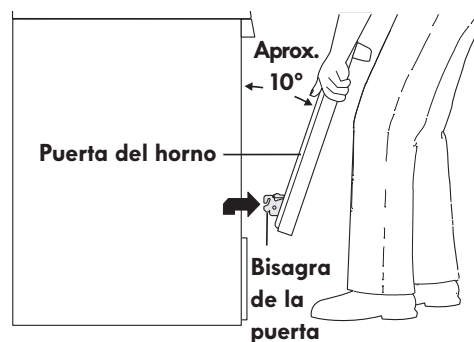
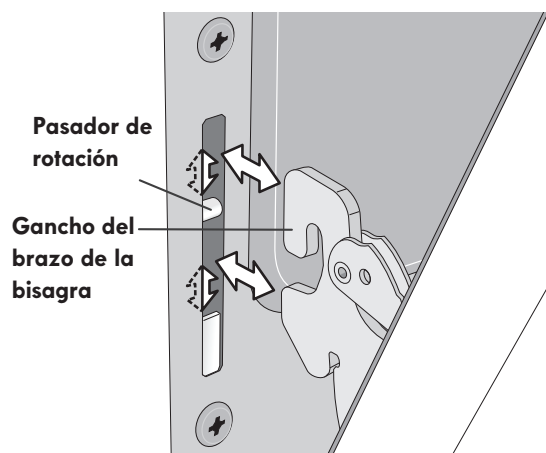

Figura 10: Sujeción de la puerta para su extracción
Figura 11: Colocación y ubicación del brazo de la bisagra y el pasador de rotación
3. Sostenga firmemente ambos lados de la puerta del horno en sus costados. No levante la puerta del horno por la manija (consulte la Figura 10).
4. Cierre la puerta aproximadamente a 10 grados del marco de la puerta (consulte la Figura 10).
5. Levante los brazos de las bisagras de la puerta sobre los pasadores de rotación ubicados a cada lado del marco del horno (consulte la Figura 11).
1. Sostenga firmemente ambos lados de la puerta del horno en sus costados. No levante la puerta del horno por la manija (consulte la Figura 10).
2. Sosteniendo la puerta en el mismo ángulo de extracción, coloque el gancho del brazo de la bisagra sobre los pasadores de rotación ubicados a cada lado del marco de la puerta (consulte la Figura 10 y la Figura 11). El gancho de los brazos de las bisagras debe estar completamente asentado sobre los pasadores de rotación.